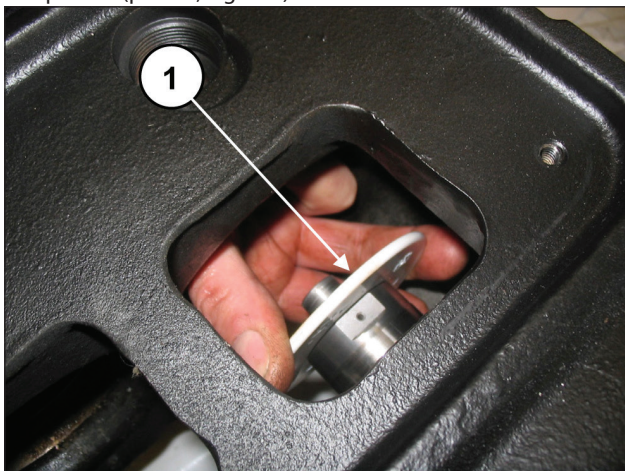

Fig. 126
Puxe os anéis de proteção contra respingos das guias dos pistões (pos. ①, Fig. 126).